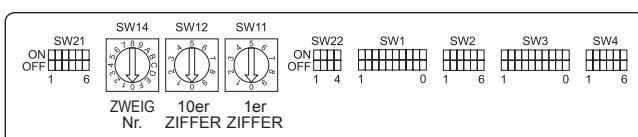

Fig. 4-9
4.5. Adressen einstellen (Fig. 4-9)